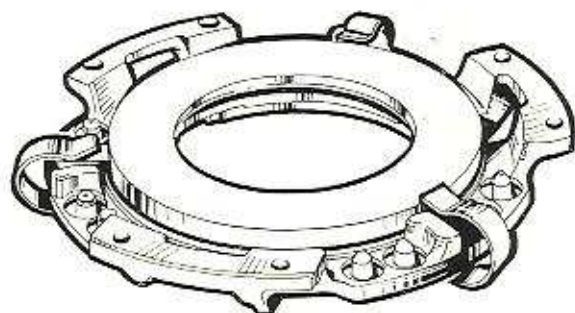

Fig. 7
- Maintenir le tout à l'aide de 3 pinces spéciales disposées comme indiqué fig. 7.